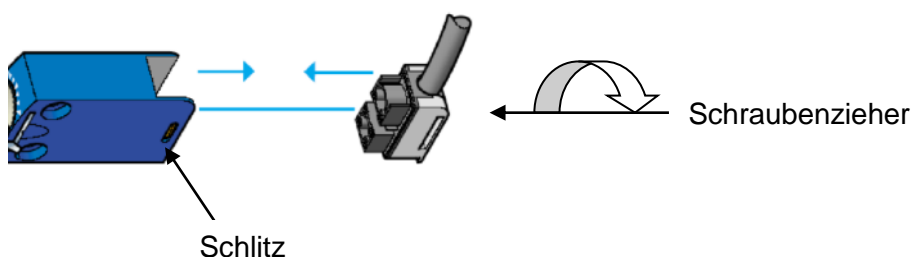

Bild 5.1
4. Zur leichteren Handhabung können die Stecker der Signalschalter Bild 5.1 entfernt werden. Entriegeln Sie den Stecker, indem Sie den Schraubenzieher hinter dem Stecker ansetzen, ihn mit einer Viertelumdrehung gegen den Uhrzeigersinn drehen und anschließend den Schraubenzieher in den seitlichen Schlitz einführen, um den Stecker zu lösen.
2. Zur leichteren Handhabung können die Stecker der Signalschalter entfernt werden. Entriegeln Sie den Stecker, indem Sie den Schraubenzieher hinter dem Stecker ansetzen, ihn mit einer Viertelumdrehung gegen den Uhrzeigersinn drehen und anschließend den Schraubenzieher in den seitlichen Schlitz einführen, um den Stecker zu lösen. Bei der ATEX-Ausführung können die Stecker nicht entfernt werden siehe Bild 5.1.
- Entfernen Sie die 2 Stecker der Öffnungs- und Verschleißkontakte Bild 5.1.